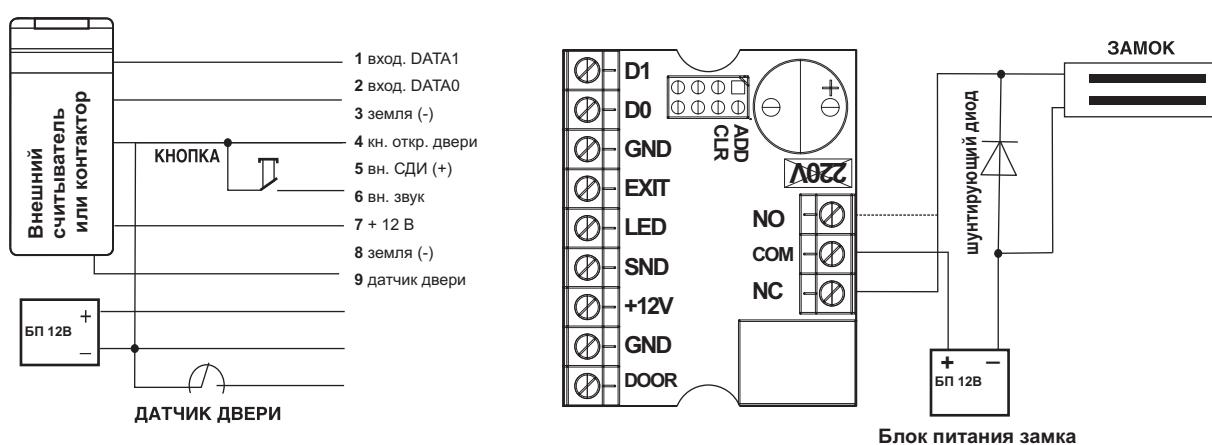

Рис. 6 Подключение внешних устройств
Важно! Для защиты контактов реле от выгорания при подключении индуктивной нагрузки в виде электромагнитного или электромеханического замка следует параллельно обмотке замка установить шунтирующий диод, входящий в комплект поставки (см. рис.6 на стр.12).
4. Установите шунтирующий диод (см. рис. 6 на стр.12) в случае использования индуктивной нагрузки (электромагнитный или электромеханический замки).